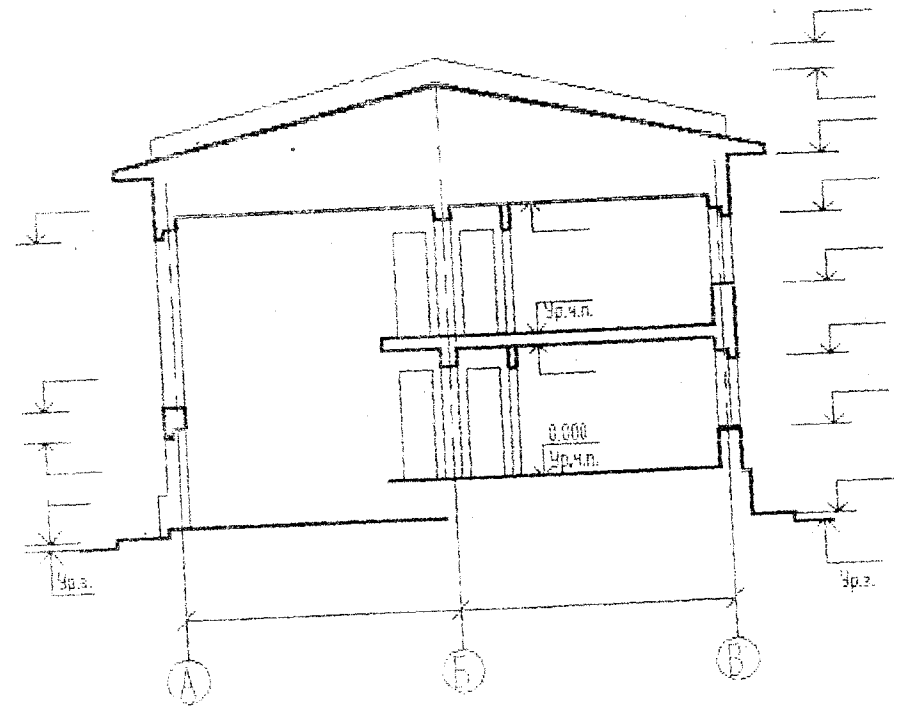

Рис. 7
4. Нанести капитальные стены здания, оконные и дверные проемы (рис. 7).